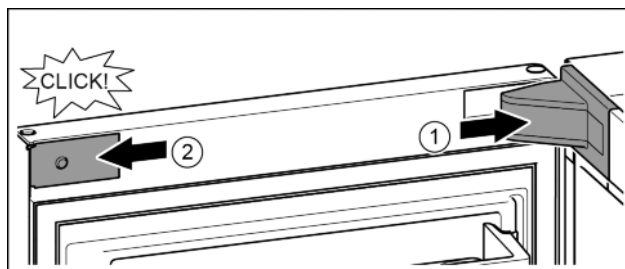

Fig. 24
- Poser et enclencher le cache du support de palier, l'introduire en appuyant délicatement. *Fig. 24 (1)*
- Mettre en place le cache latéralement et l'enclencher. *Fig. 24 (2)*